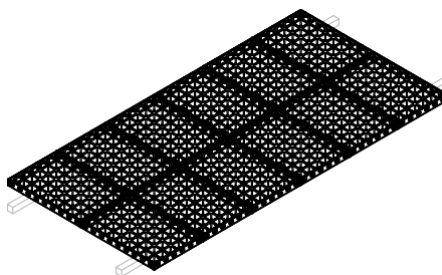

Fig. B1.14
4. Повторете стъпка 3 до постигане на желаната обща дължина. (Fig. B1.14)